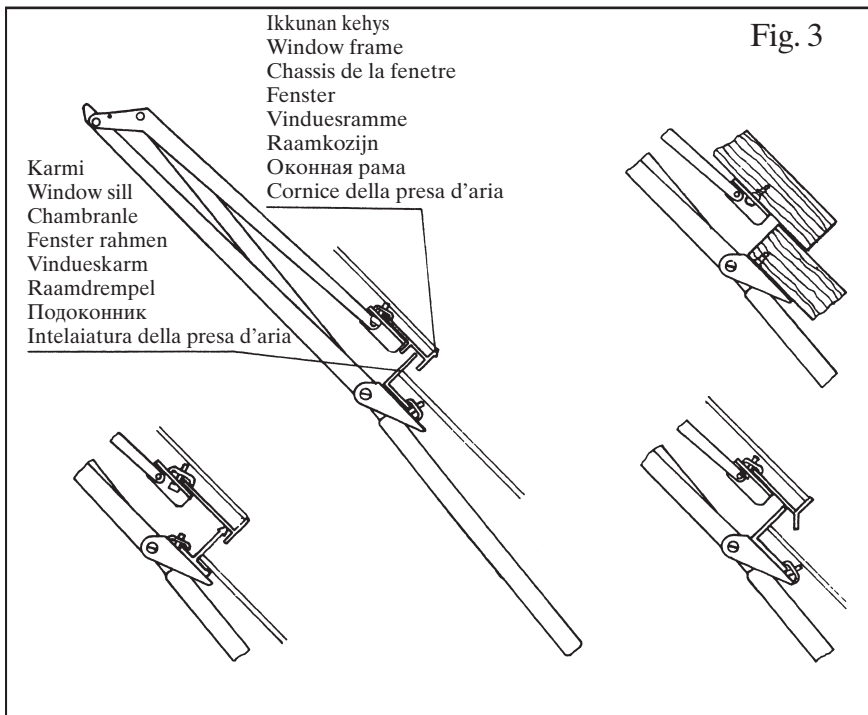

Fig. 3
2a) Bei den meisten Alu-Gewächshäusern mit Hilfe der beigelegten Spannstücke (11). Siehe Abb. 3.
Siehe Abb. 3 und beschaffen Sie sich die dazu benötigten Holzschrauben. Danach weiter mit den Punkten 3-4-5-6.